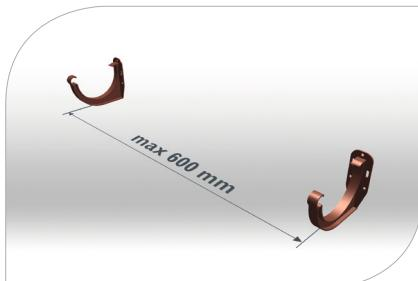

рис.2
- 1.4 Рекомендуемая расстановка кронштейнов составляет 60 см (**рис. 2**)